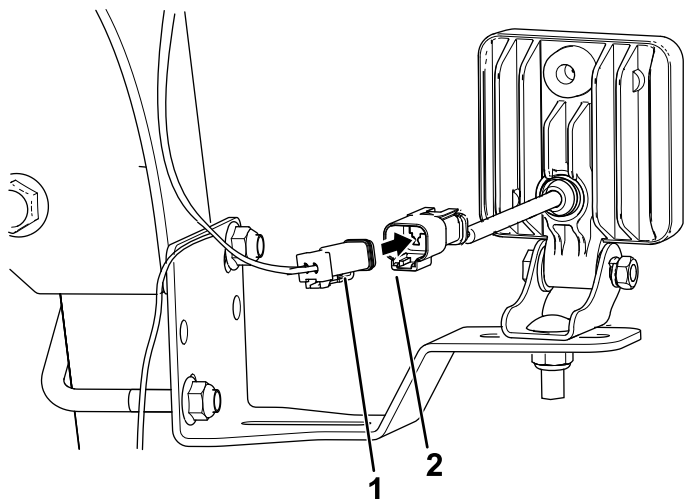

Figure 19
1. Sur l'éclairage à LED au-dessus de l'interrupteur, branchez le connecteur à 2 douilles du faisceau de câblage au connecteur à 2 broches de l'éclairage à LED (Figure 19).
2. De l'autre côté de la machine, branchez le connecteur à 2 douilles du faisceau de câblage au connecteur à 2 broches de l'éclairage à LED (Figure 19).